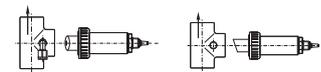

Figura 20: instalación en portasondas
- Existen dos orientaciones posibles para una instalación en horizontal (figura 20):